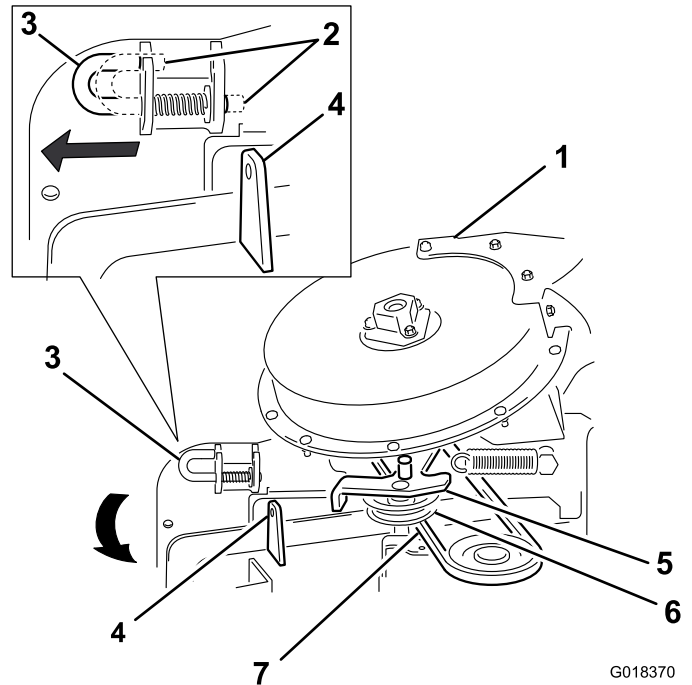

Bild 24
4. Stellen Sie den Arretierbolzen von der arretierten in die geöffnete Stellung (Bild 24).